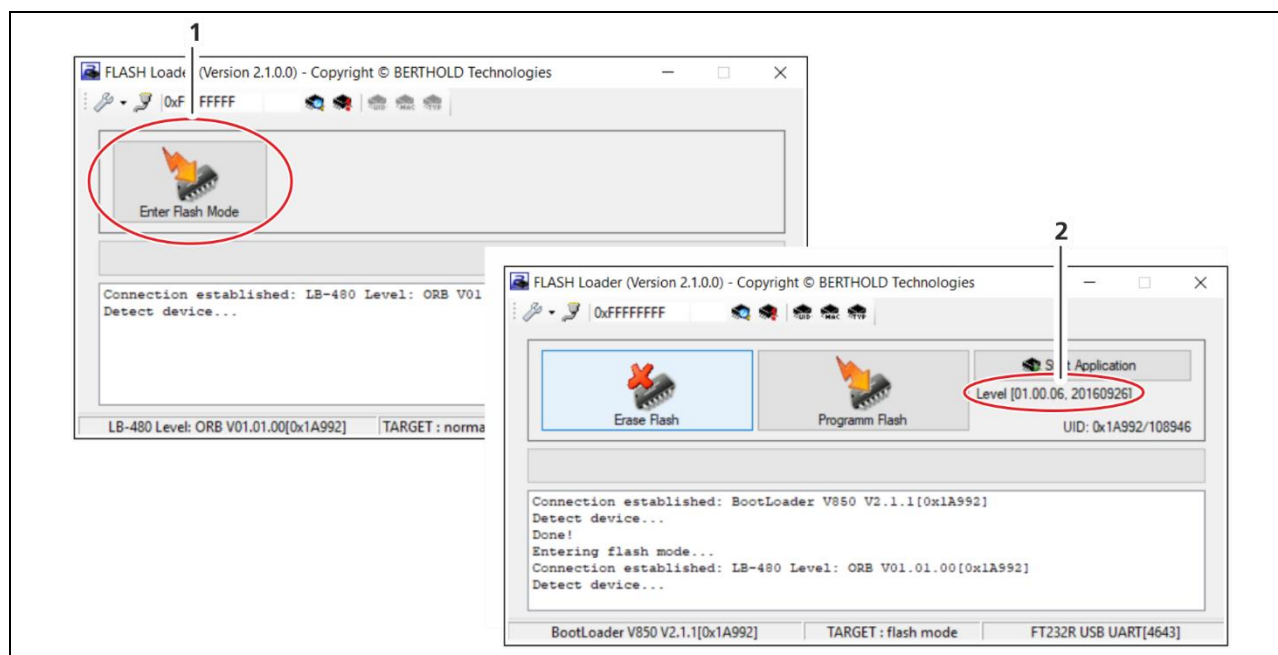

Abb. 5 „Flash Mode“ mit Anzeige der installierten Embedded Software
24. Klicken Sie auf die Schaltfläche <Enter Flash Mode>, um die Programmierfunktionen (Flash Mode) zu öffnen (Abb. 5, Pos.1).
- Der Flash Mode wird gestartet und die installierte Anwendung mit der Versionsnummer (Abb. 5, Pos.2) angezeigt.